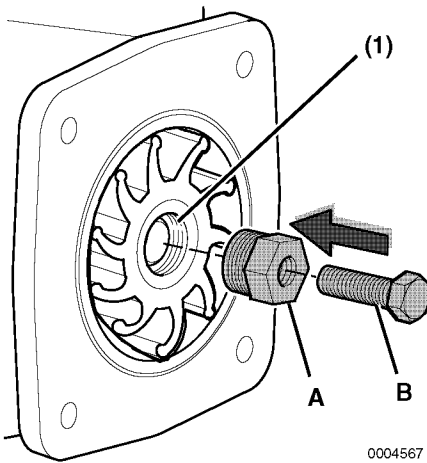
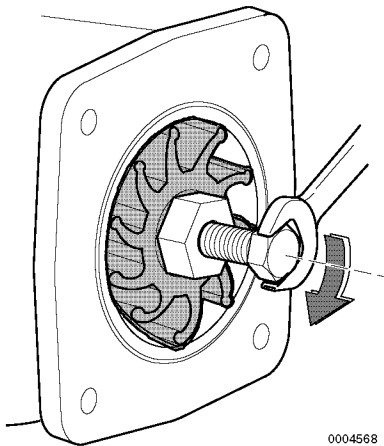

Figura 17
Figura 18
Nota: Quando substituir um rotor usado por um novo, o rotor deverá de ter uma rosca M18x1,5 (Figura 17, (1)). Rode o lado do parafuso M18 da hélice para o lado da cobertura e instale (Figura 18).